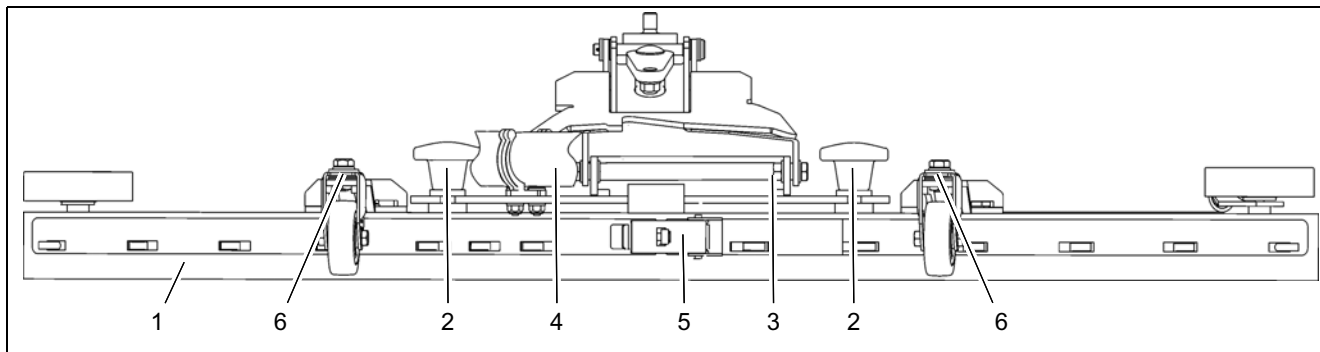

Abb.11
Den Saugfuß (Abb. 11/1) täglich kontrollieren und bei Bedarf reinigen. Zum Reinigen den Saugfuß ausheben, den Saugschlauch (Abb. 11/4) abziehen, die beiden Sterngriffe (Abb. 11/2) lösen und den Saugfuß abnehmen.
Die innere und äußere Dichtleiste am Saugfuß (Abb. 11/1) wöchentlich auf Verschleiß kontrollieren. Die Dichtleisten lassen sich vierfach verwenden.
3. Den Spannverschluß (Abb. 11/5) lösen und die äußere Dichtleiste abnehmen. Die Dichtleiste drehen oder bei Bedarf wechseln. Die innere Dichtleiste sinngemäß wechseln.